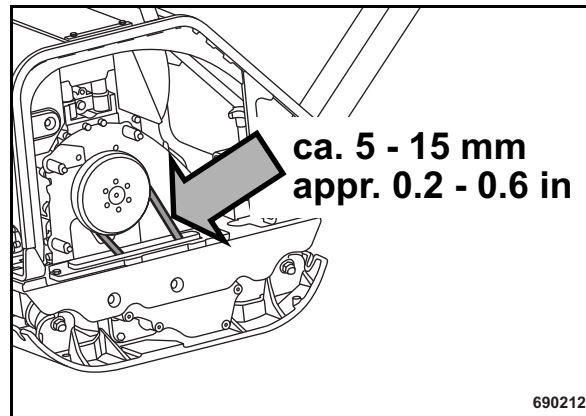

Fig. 42
- Comprobar la correa trapezoidal (Fig. 42) por su estado y tensión.